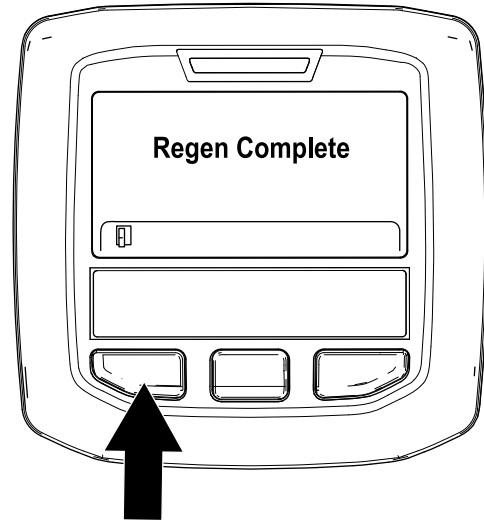

Figura 58
- A regeneração em estacionamento está concluída quando a mensagem “Regen Complete” (Regen. completa) surge no InfoCenter. Prima o botão esquerdo para sair para o ecrã inicial (Figura 58).